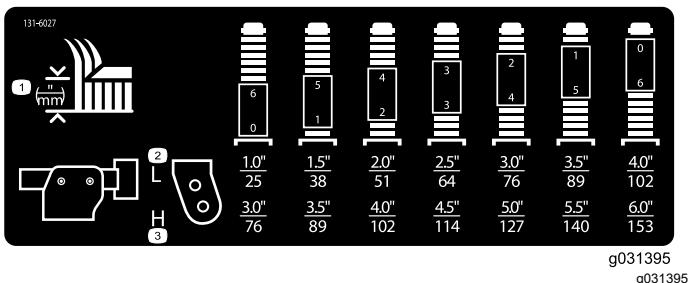

Figura 22
3. Coloque los ejes de las ruedas giratorias en los mismos taladros en todas las horquillas; consulte en la tabla los taladros correctos para una altura de corte determinada (Figura 22).